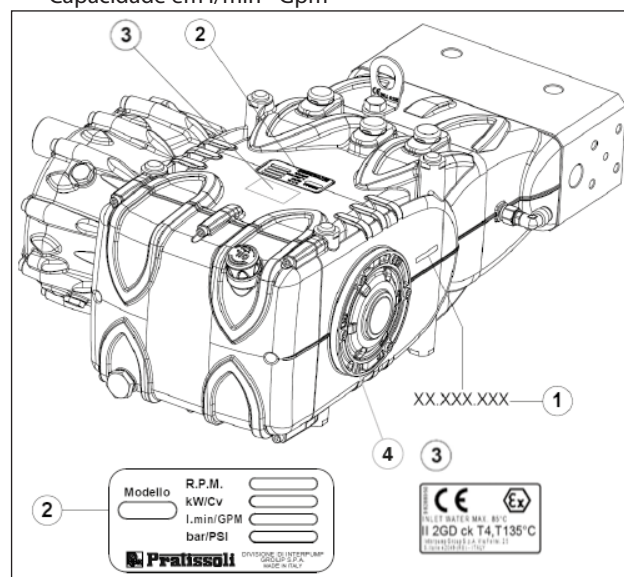

Fig. 1
Cada bomba tem uma placa de identificação, veja pos. ① da Fig. 1, que relaciona: